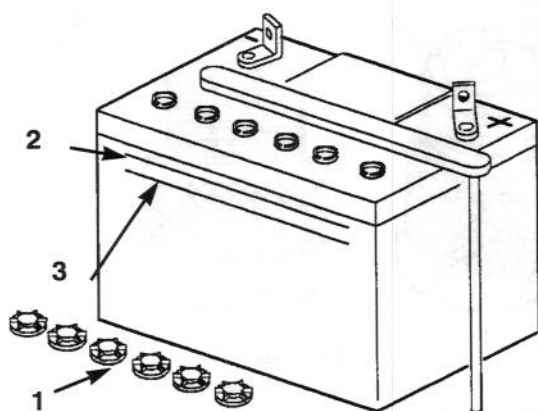

Bild 22
2. Die Seite der Batterie betrachten. Der Säurestand muß die obere Linie erreichen (Bild 22). Den Säurestand nicht unter die untere Linie fallen lassen (Bild 22).
2. Die Zellendeckel abschrauben (Bild 22).
Batteriegehäuse erreicht (Bild 22).